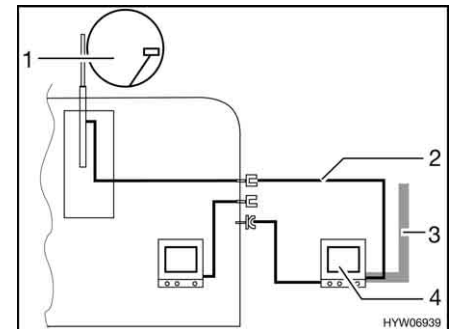

Bild 120 TV im Vorzelt
- TV im Vorzelt (Bild 120,4): Anschluss an Dachantenne (Bild 120,1) mit Verbindungskabel (Bild 120,2)
- TV im Vorzelt (Bild 120,4): Anschluss an externe Antenne (Bild 120,3)